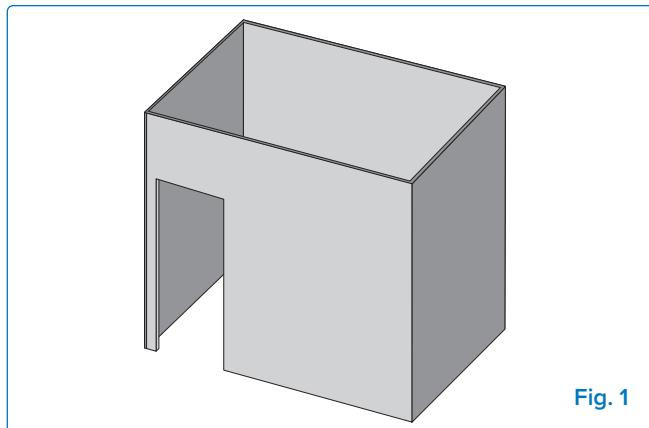

Fig. 1
- L'apparecchio è considerato all'aperto se installato in un riparo con pareti su tre lati ma senza copertura superiore. (**Fig. 1**).